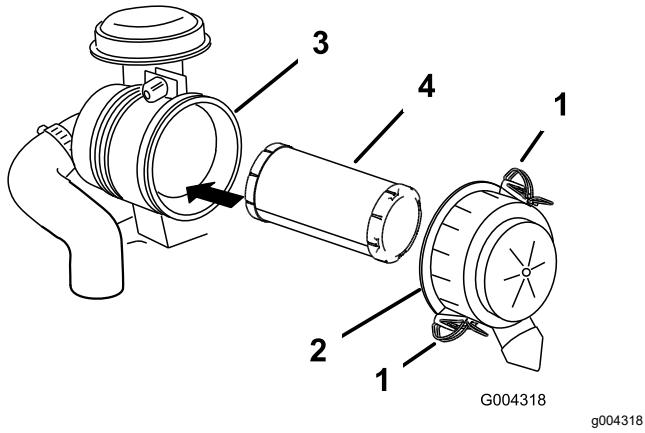

図 42
3. エアクリーナのラッチを外し、ボディーからカバーを抜き出す図 42。
5. エアクリーナのボディーから、フィルタをしづかに引き出す(図 42)。